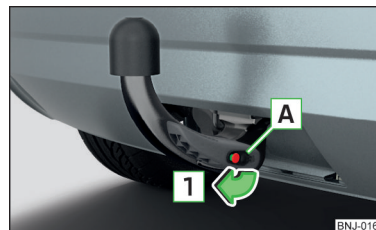

Fig. 158
- > Tag kappen af låsen i pilens retning » Fig. 158.